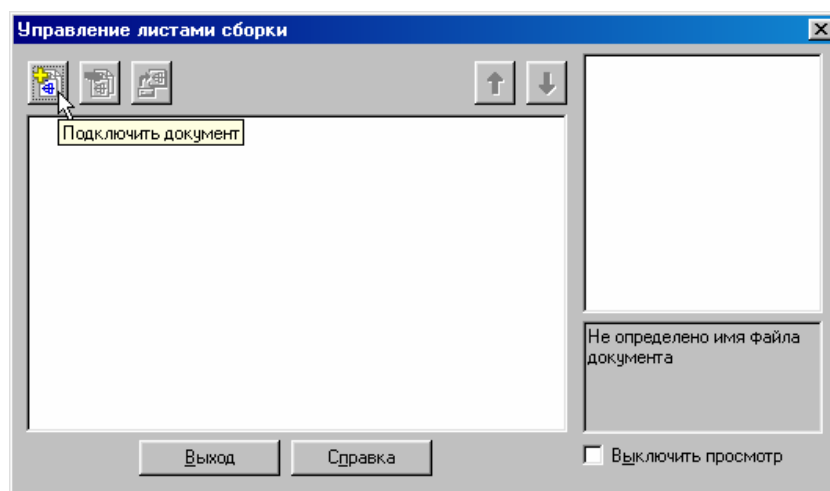

Рис. 31
3. Подключите новую спецификацию к сборочному чертежу. Сделайте активным окно спецификации. Выполните команду **Сервис – Управление листами сборки**. В диалоговом окне **Управление листами сборки** щелкните на кнопке **Подключить документ**, рис. 31.